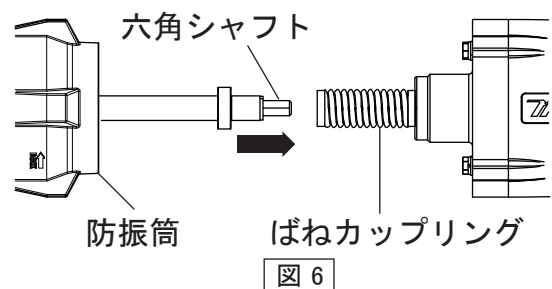

図 6
4. 振動筒ケースから六角シャフトを引き出し、六角シャフトをばねカップリングにさし込み、防振筒を押し込む。(図6)